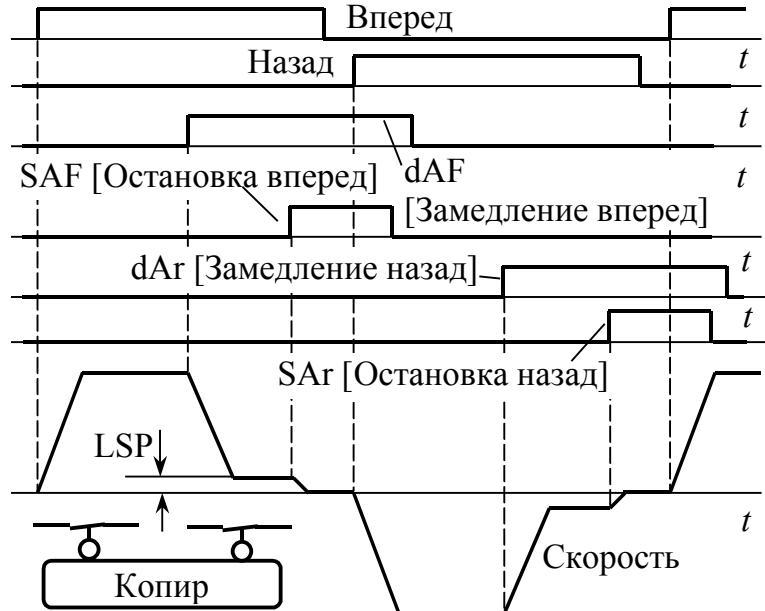
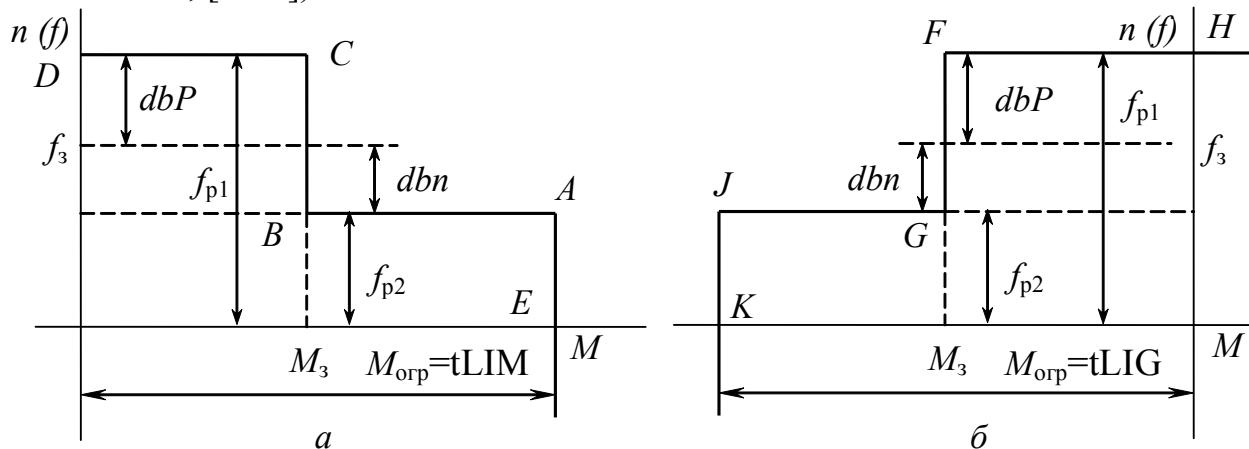

Рис. 9.11 Процесс позиционирования при длинных копирах
Рис. 9.14 Механические характеристики при регулировании момента
3. Копир достаточно длинный, чтобы во время движения вперед замкнулись оба концевых выключателя (рис. 9.11). В процессе обратного движения вначале разомкнется выключатель остановки, затем – замедления.
В ряде механизмов, выполняющих перематывание различных материалов (металлопроката, пленок, кабельно-проводниковой продукции, бумаги) возникает необходимость поддержания и регулирования усилия и момента. В этом случае привод должен иметь абсолютно мягкую механическую характеристику, параллельную оси скорости (отрезок BC на рис. 9.14). Стабилизация момента может осуществляться в пределах некоторого диапазона скоростей, определяемого заданной частотой f_3 и настраиваемой шириной зоны нечувствительности по частоте (+dbP и – dbn). При выходе за пределы этого диапазона происходит автоматический переход к стабилизации скорости на уровне одной из резервных частот f_{p1} или f_{p2} (отрезки DC и BA). После нарушения ограничения на момент вновь осуществляется стабилизация момента, заданного, например, параметром tLIM (см. п. 9.12). При отрицательном знаке задания на момент его стабилизация происходит в рекуперативном режиме (рис. 9.11б).